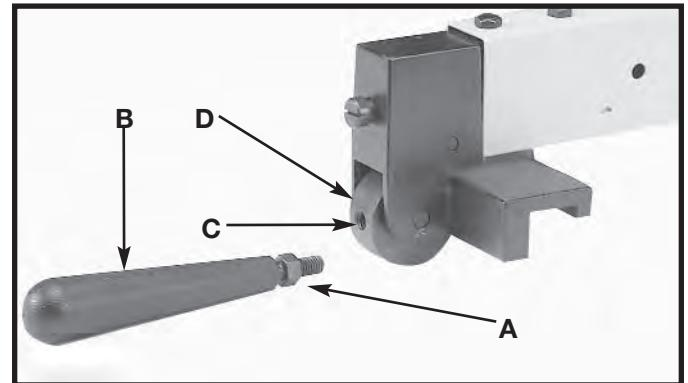
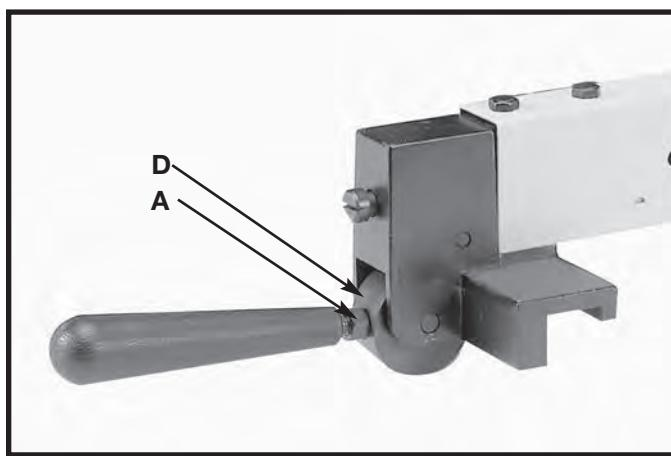

Fig. 24
Fig. 25
- Enrosque la tuerca hexagonal M8 x 1,25 (A), Fig. 24, aproximadamente hasta la mitad, en la clavija del mango (B).
- Enrosque el mango (B), Fig. 24, en el orificio roscado (C) en la leva de la guía (D). Fije la tuerca hexagonal (A), Fig. 25, contra la leva (D).